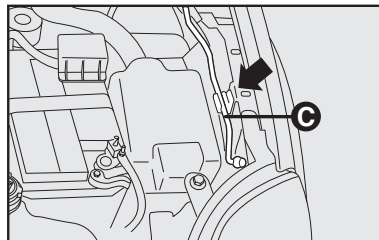

fig. 118
- 3) levantar o capô segurando-o pela parte central e, simultaneamente, soltar a vareta de suporte do seu dispositivo de bloqueio **C-fig. 118**;